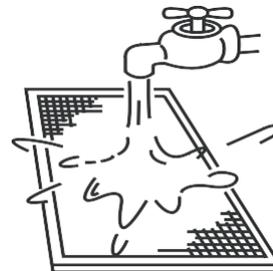

Figure 12.4
- b. L'entrée d'air doit être tournée vers le bas lors de l'utilisation d'eau propre. (Voir l'Figure 12.4)